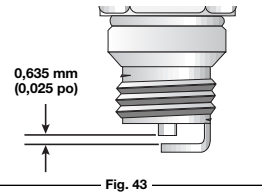

Fig. 43
- Remplacez toute bougie fendillée, encrassée ou sale. Réglez l'écartement à 0,635 mm (0,025 po) à l'aide d'une jauge d'épaisseur (Fig. 43).